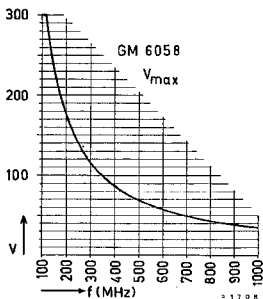

Fig. 14a
- Meetgebieden (met Sk_2 in te stellen) : 0-1; 0-3; 0-10; 0-30; 0-100 en 0-300 V (zie fig. 14a)